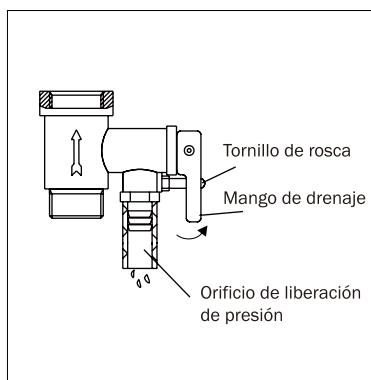

Fig. 6
(Fig.6)
- Unscrew the thread screw on the multifunction safety valve, and lift the drain handle upwards. (See Fig.6) to drain the water from the inner tank.
- Desenroscar el tornillo de la válvula de seguridad multifunción y levantar el mango de drenaje hacia arriba. (Mirar la fig. 6) para secar el agua del interior del tanque.